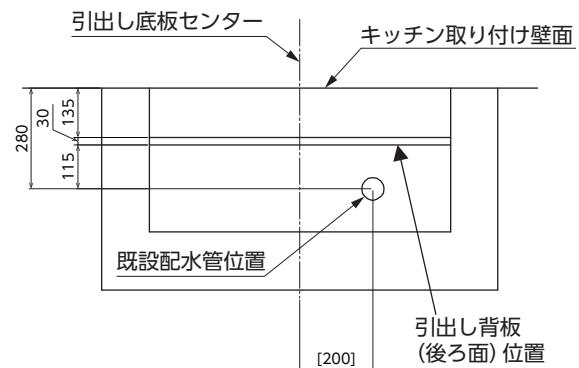

図1 排水管立上げ位置(例)
本設置説明書では、図1(タイプA)の場合を例に説明します。
①図1の排水管立ち上げ位置(壁面から280mm)の場合、以下の寸法を加減して130mm(底板切り欠き寸法)となります。